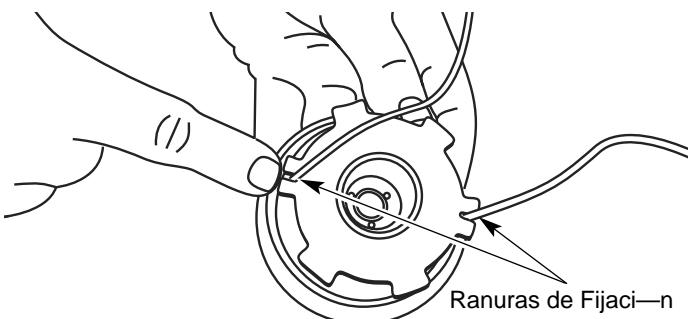

Fig. 22
12. Inserte los extremos de la lnea en las dos ranuras de fijaci n (Fig. 22).